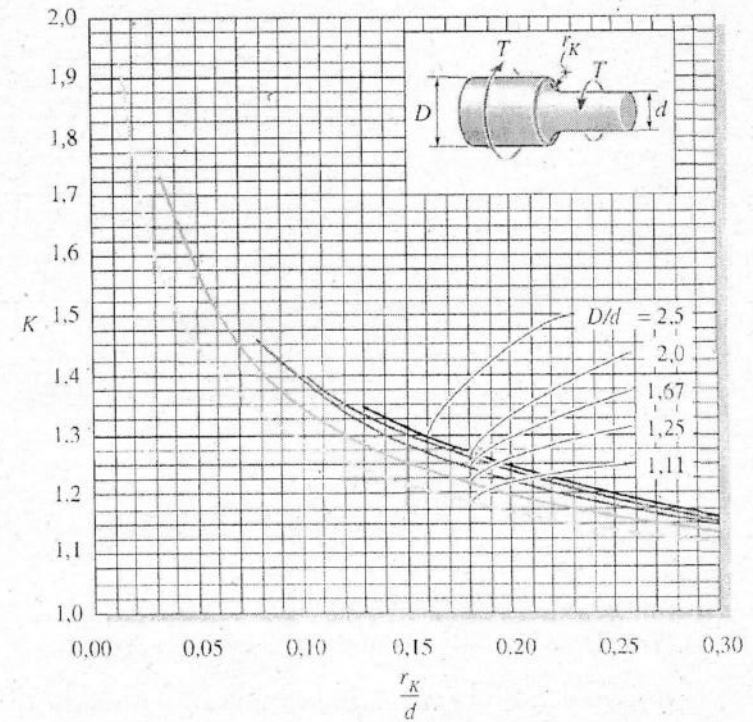

Abbildung 2.2: Torsions-Spannungskonzentrationsfaktor K (Quelle: Hibbeler; Technische Mechanik 2 - Festigkeitslehre; Springer 2006)
- 2.4) Berechnen Sie unter Berücksichtigung der Kerbwirkung (siehe Abb. 2.2) und einer zweifachen Sicherheit $S = 2$ gegen plastisches Fließen den minimalen zulässigen Durchmesser $d_{\min}$ der Welle.
Abb. 2.2 auf der nächsten Seite!